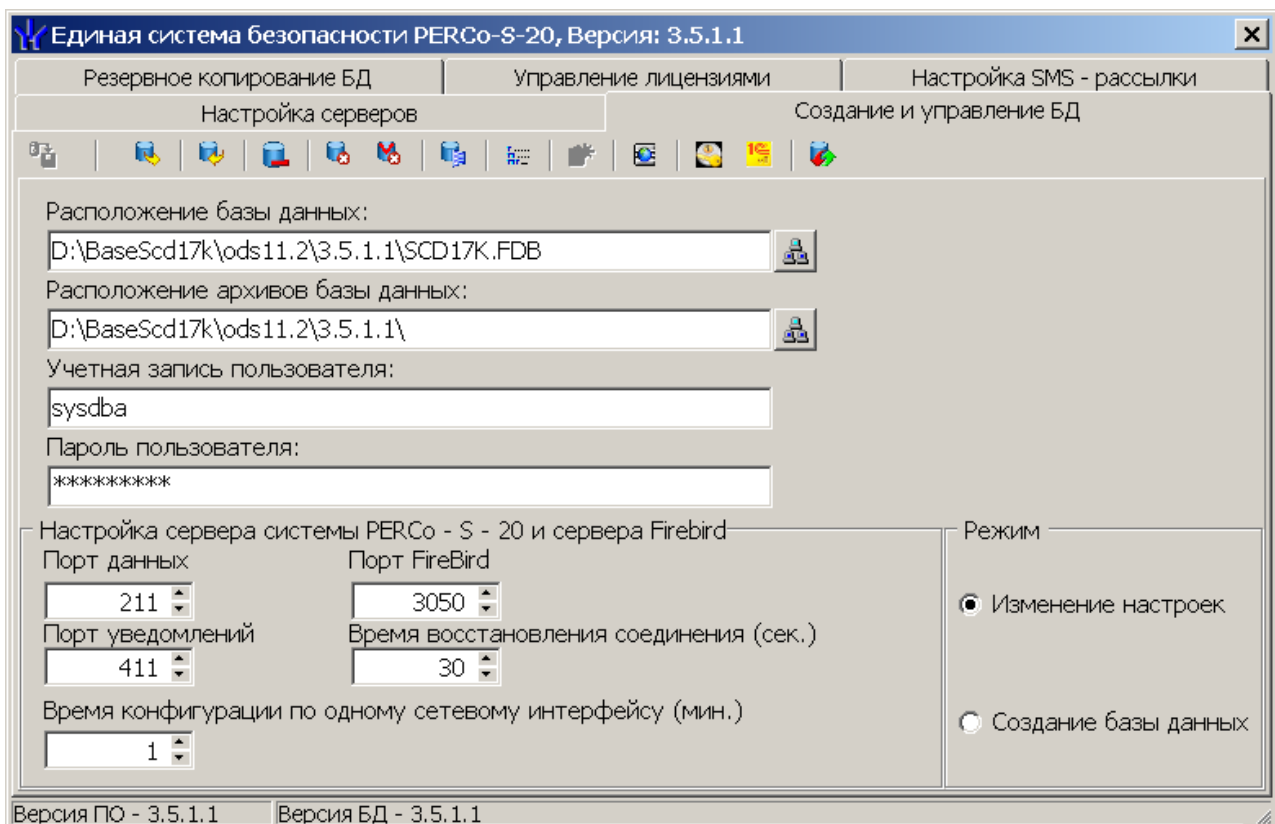

Рисунок 6 Создание и управление БД
1. Перейдите на вкладку **Создание и управление БД** (см. рис. 6):